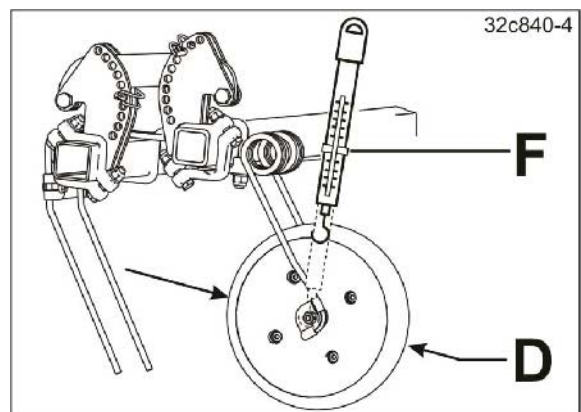

Fig. 6
4. Den Rollenandruck an den Boden, z.B. mit einer Federwaage (siehe Fig. 6) prüfen.